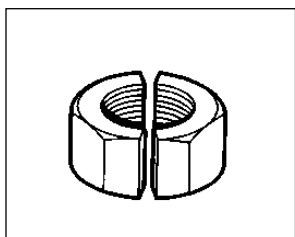

Рисунок 9: Выполнение двух резов
12. При необходимости можно выполнить второй разрез, на 180° по отношению к первому, для полного разрезания гайки на половины. См. рисунок 9.